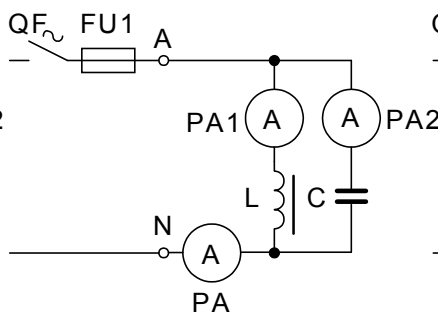

Рис.6
- собрать цепь по схеме рис. 6.